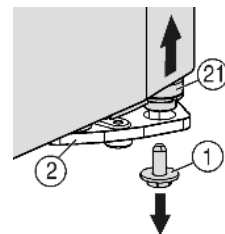
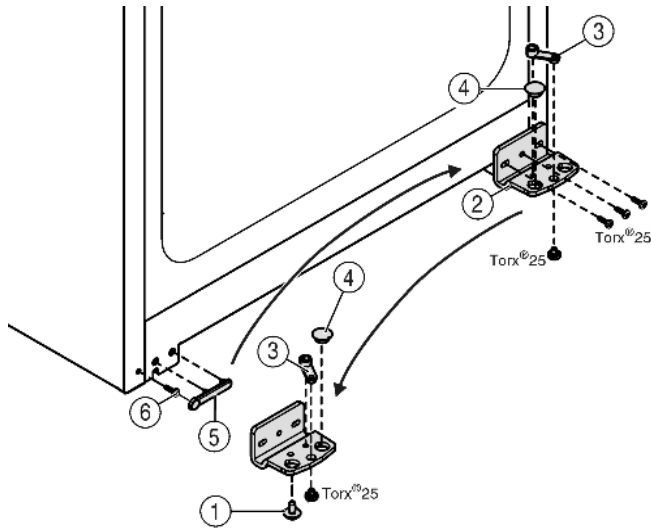

Fig. 5
Fig. 6
- ▶ Jobbra lent a csapágyakon lévő biztosítócsavart (Fig. 5 (1)) tekerje ki.
- ▶ A tartócsap (Fig. 5 (21)) kioldódik a csapágybából (Fig. 6 (2)).
- ▶ Ha a tartócsap Fig. 5 (21) nem oldódik ki, a csapszeget alulról nyomja ki.
- Csavarozza le a csapágybakot Fig. 6 (2).
- Csavarozza le a csapágyrészt Fig. 6 (3), helyezze át a csapágybak túldoldali felvő furatába és csavarozza vissza.
- Vegye ki a csapágybakban lévő dugót Fig. 6 (4), és helyezze át a csapágybak szemközti oldalán lévő felvőfuratba.
- Óvatosan emelje le a fogantyú felőli fedelet Fig. 6 (5).
- Tekerje ki a csavart Fig. 6 (6) és az ellenkező oldalon helyezze be.
- Helyezze vissza a fedelet Fig. 6 (5).
- Csavarozza vissza a csapágybakot Fig. 6 (2) a csuklópánt új oldalára **4 Nm-es nyomatékkal**, szükség esetén egy akkus csavarhúzóval.
- A biztosítócsavart Fig. 5 (1) lent csavarja be a tartócsapba és húzza meg (**4 Nm-es nyomatékkal**).